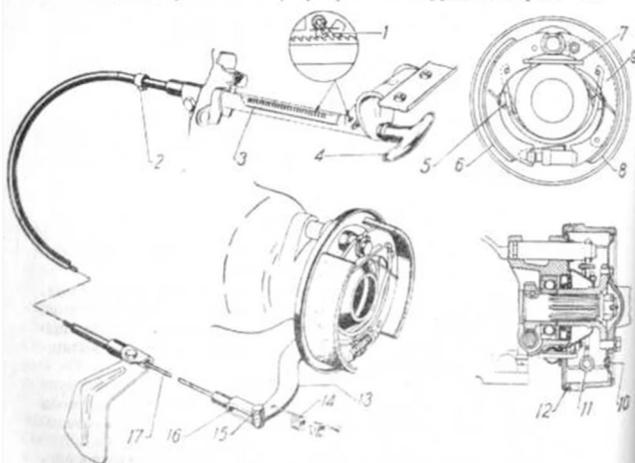

Рис. 43. Ручной тормоз.
2. Через регулировочную щель в тормозном барабане завертывают регулировочную гайку 11 (рис. 43) так, чтобы барабан от усилия рук не проворачивался.